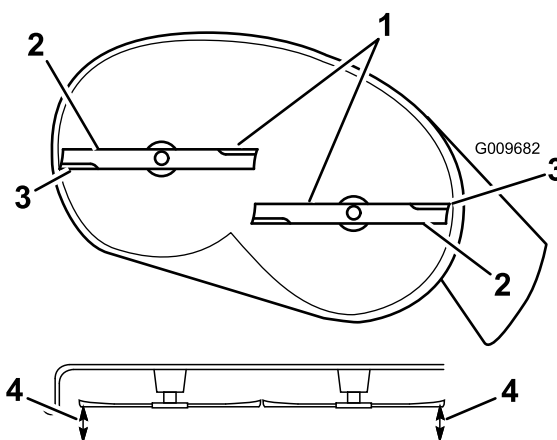
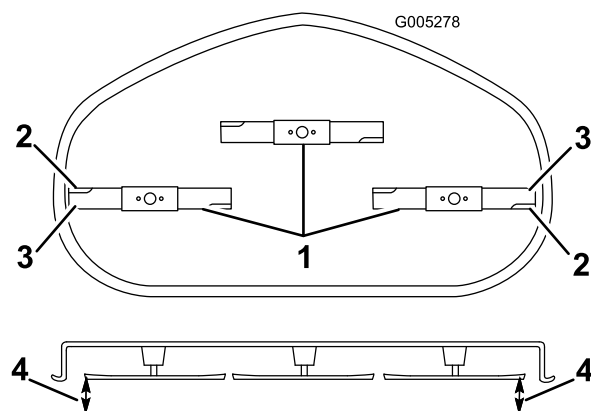

Figura 52
Figura 53
4. Gire cuidadosamente las cuchillas hasta que estén todas orientadas lateralmente (Figura 52 y Figura 53).
5. Mida entre los bordes de corte exteriores y la superficie plana (Figura 52).